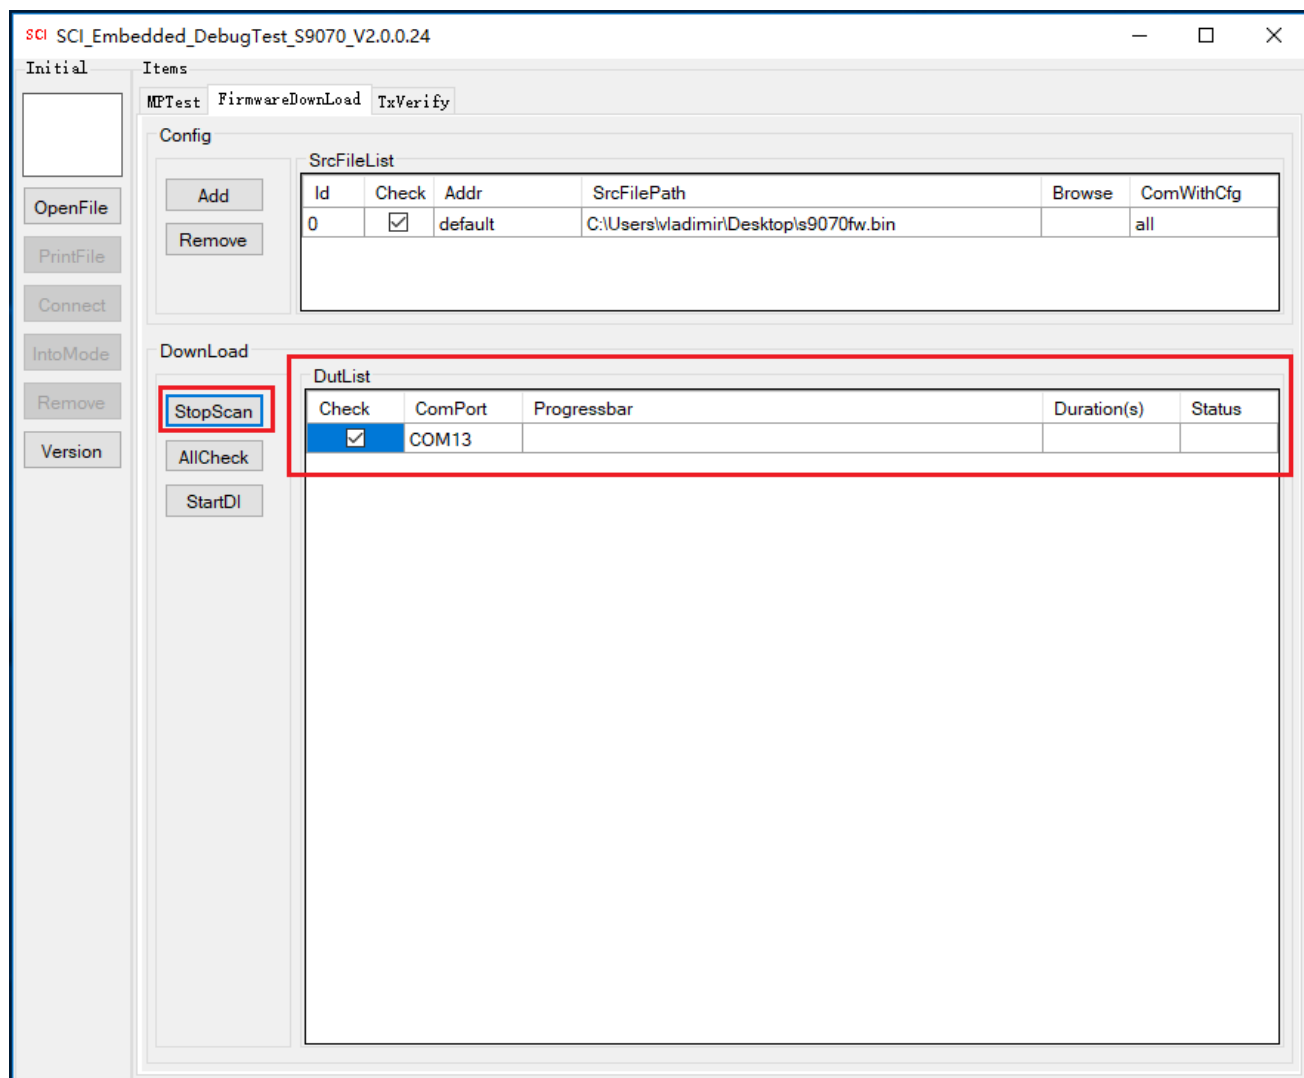

图 4-8
7、点击 DownLoad 栏目中 StartScan 按钮，按钮字符变成 StopScan，同时右框中显示开发板所连接的 COM 口，如图 4-8；